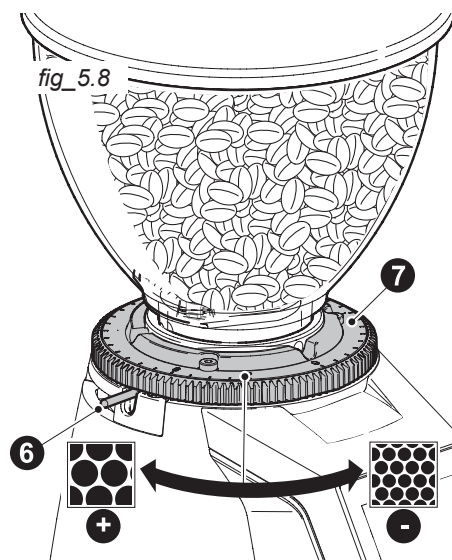

fig. 5.8
Pressionar o pino de paragem (6 – fig. 5.8) e rodar a porca de anel (7) na direção desejada. Uma vez encontrado o ajuste, soltar o pino para bloquear a regulação. Verificar se está trancado antes de cada acendimento. A regulação deve ser efetuada com o motor desligado e sem café entre os moedores. O símbolo "+" indica o sentido de rotação para aumentar o tamanho do grão do café moído. O símbolo "-" para diminuir o tamanho do grão do café moído.